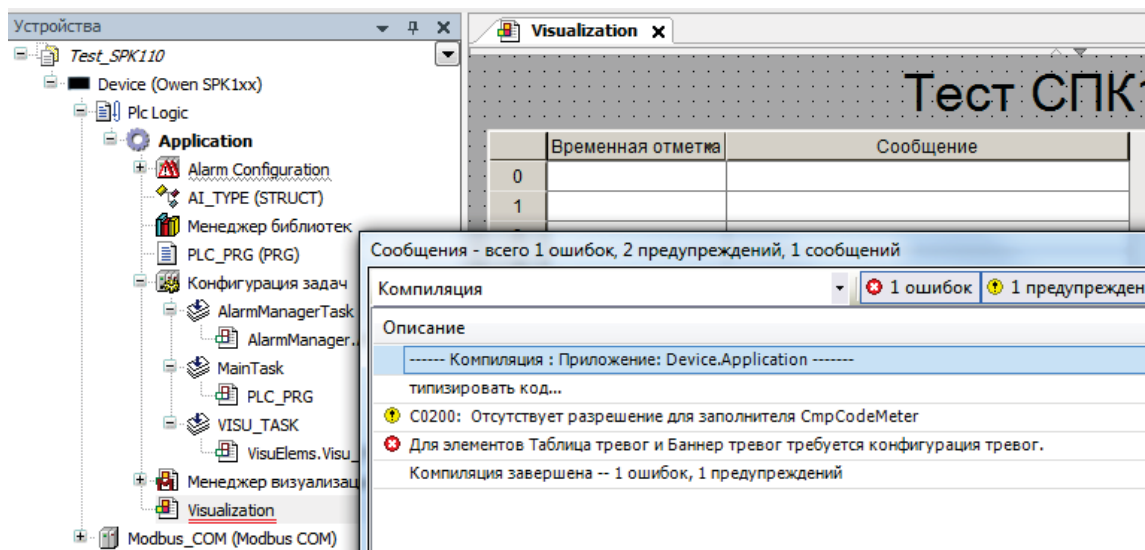

Рис. 9.23. Ошибка файлов компиляции
3. Ошибки в результате многочисленных последовательных компиляций. Каждая компиляция приводит к созданию (или перезаписи) файлов компиляции в папке проекта. В определенных случаях при частой перезаписи этих файлов возникают ошибки (см. рис. 9.23). В связи с этим после внесения в проект значительных изменений **крайне рекомендуется** выполнять команды **Очистить все** и **Перекомпиляция** из меню **Компиляция**.